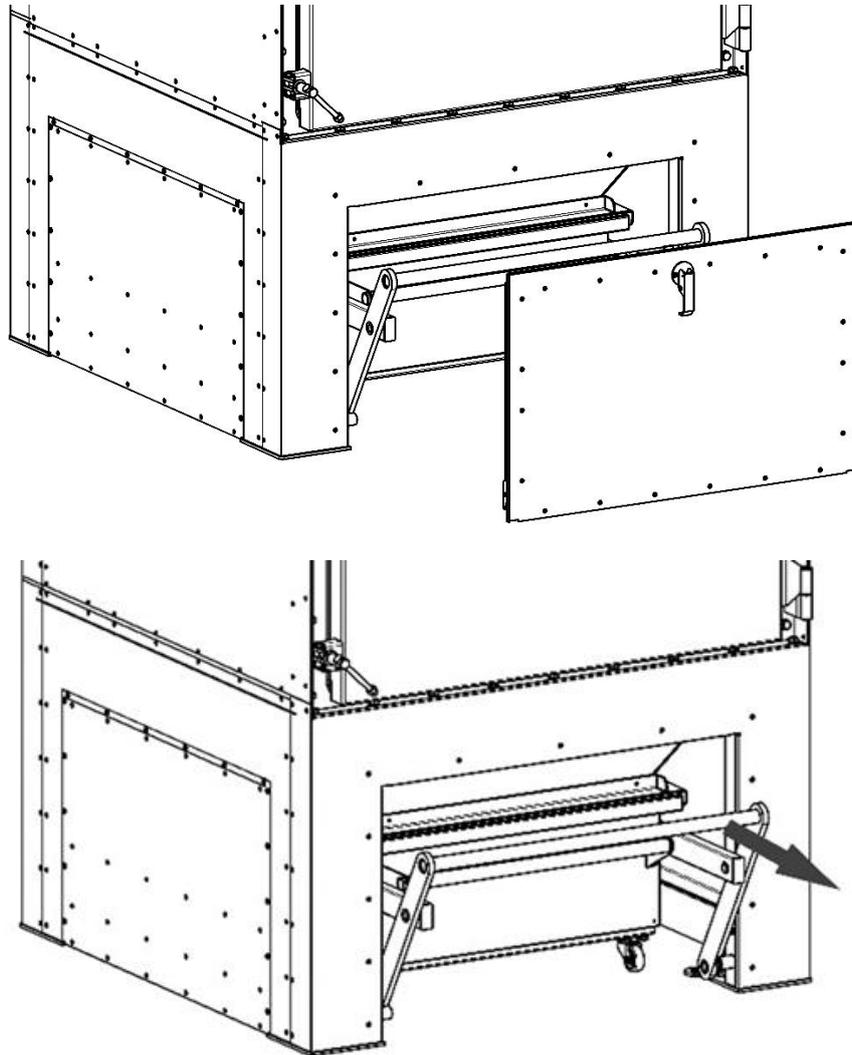

Рисунок 15
- 2) потянуть за рычаг механизма поджатия пылесборника (рисунок 15);